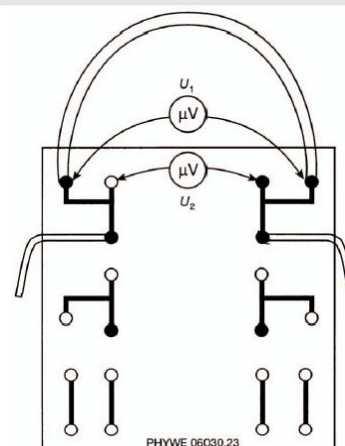

Fig. 3a: Medición de la resistencia de contacto y de la resistividad de los cables de conexión: esquema del montaje
2. Conectar un cable de conexión en el circuito en lugar de la varilla metálica, utilizando dos tomas dobles con orificio en cruz (Fig. 3a). Conectar el voltímetro a las tomas del conector del cable de conexión (de forma similar al método de cuatro hilos; la medición  $U_1$  como se muestra en la Fig. 3). El voltaje no sólo se produce a través de la resistencia de línea pura  $R_1$  pero también a través de las dos resistencias de contacto línea/enchufe  $R_{1p}$  también.